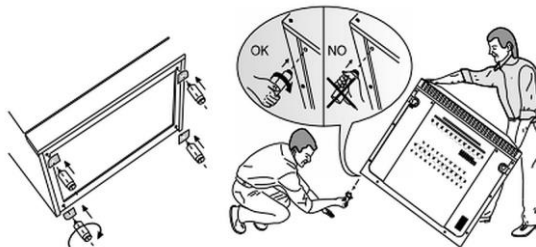

Abb. 2
- Montieren Sie die beigelegten FüÙe, indem Sie diese in die vorgesehenen Bohrungen unter dem Gerat schrauben (Abb. 2).